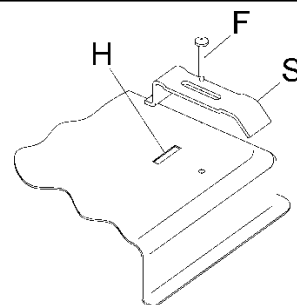

FIG. 10
- Bloquear con las grapas "S", teniendo cuidado de introducir la parte sobresaliente en la ranura "H" que se encuentra en el fondo y enroscar el tornillo "F" hasta que la brida "S" llegue al tope (fig. 10).